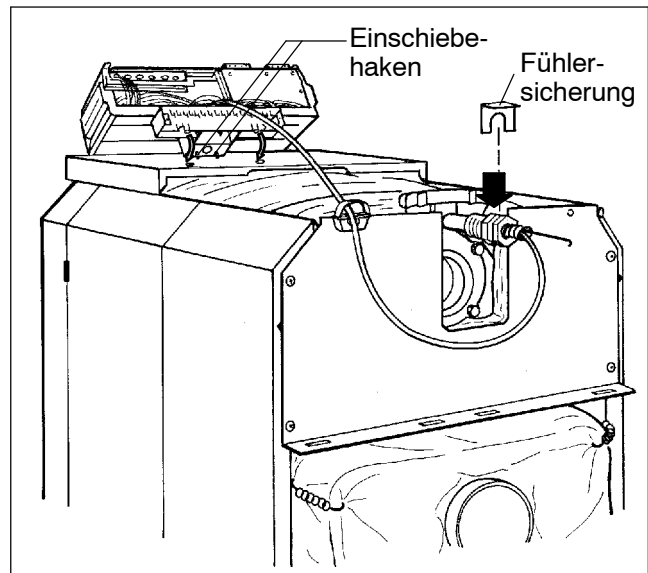

Abb. 48
- Kapillarrohre durch den Kabeldurchgang führen und auf Bedarfslänge aufrollen. Kapillarrohrfühler zu den Meßstellen des Kessels führen und dort die Fühler in die Tauchhülse einführen und mit Fühlersicherung (Abb. 48) sichern.
- Regelgerät aufsetzen (Abb. 48). Regelgerät vorne mit den Einschiebehaken in die ovalen Bohrungen der vorderen Kesselhaube einsetzen. Regelgerät nach vorne ziehen und anschließend nach hinten abkippen. Die elastischen Haken müssen hinten in den rechteckigen Öffnungen der vorderen Kesselhaube einrasten.